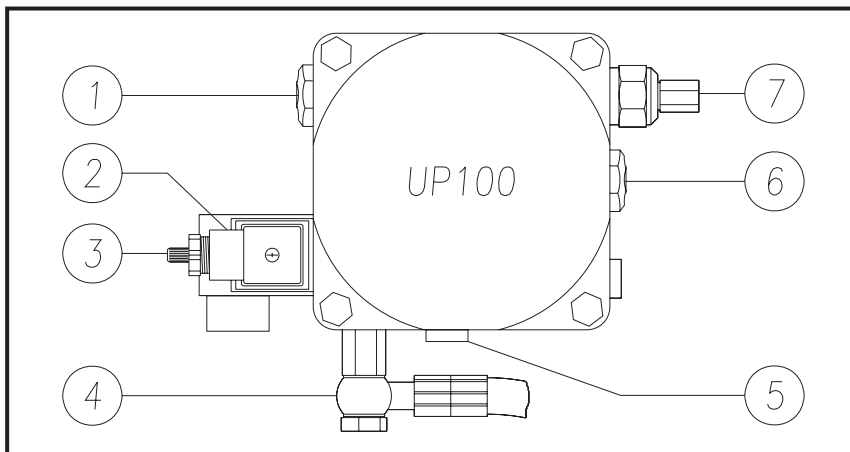

Fig.18
- in caso di sovraccarico del sollevatore interviene la valvola di massima pressione (18, fig.18) posta sulla centralina oleodinamica.
- the maximum pressure valve (18, fig.18), located on the hydraulic oil power unit, will trip if the lift is overloaded.